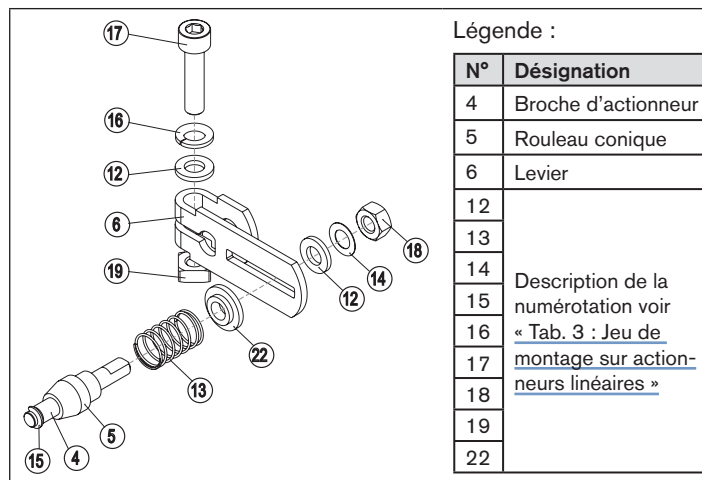

Fig. 7 : Montage du levier
- Assembler le levier (s'il n'est pas déjà monté) (voir « Fig. 7 »).